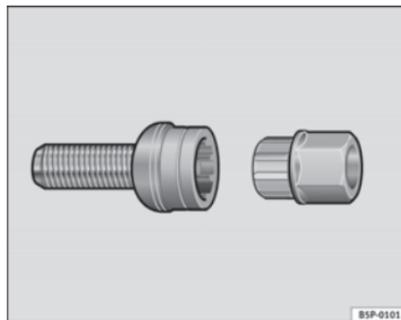

Fig. 141 Viti antifurto
- Innestare l'adattatore nella vite antifurto, spingendolo fino in fondo ⇒ fig. 141.